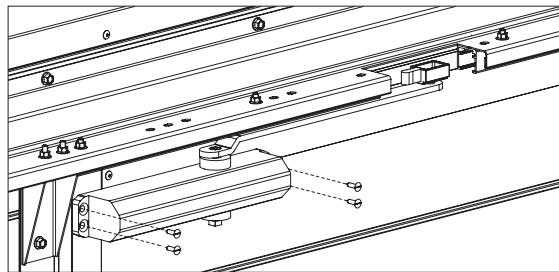

Рис. 37
- ползун тяги доводчика завести в направляющий паз шины (рис.37);